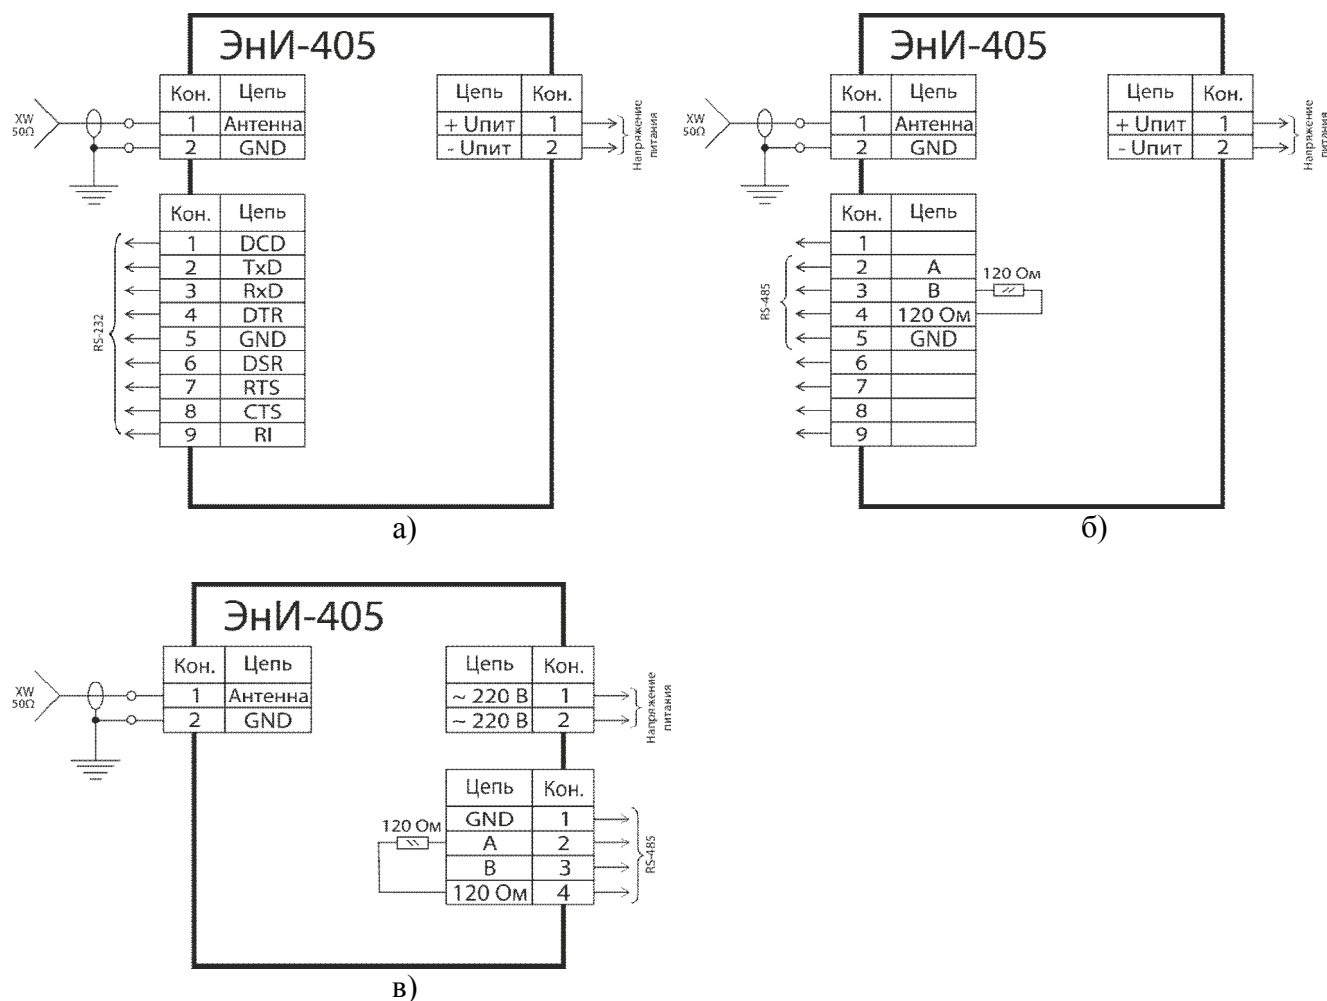

Рисунок 4 – Схемы подключения модема
5.4 Подключить кабель последовательного интерфейса в соответствии со схемой (рисунок 4). Подключение производить при снятом напряжении питания всех устройств сети. Схемы распайки кабеля приведены на рисунках 5, 6.